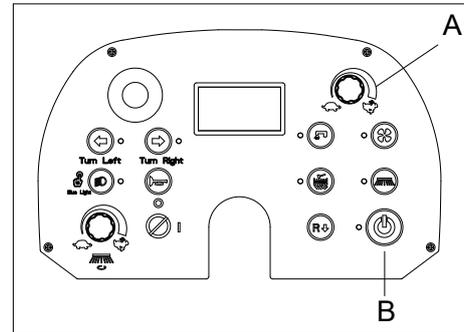

Рис. 19
- Отрегулируйте ручку регулировки скорости (А, рис. 19), чтобы свести скорость движения к минимуму.
- Нажмите кнопку быстрого запуска (В, рис. 19), чтобы опустить основную щетку и включить ее примерно на одну минуту, нажав на педаль акселератора.